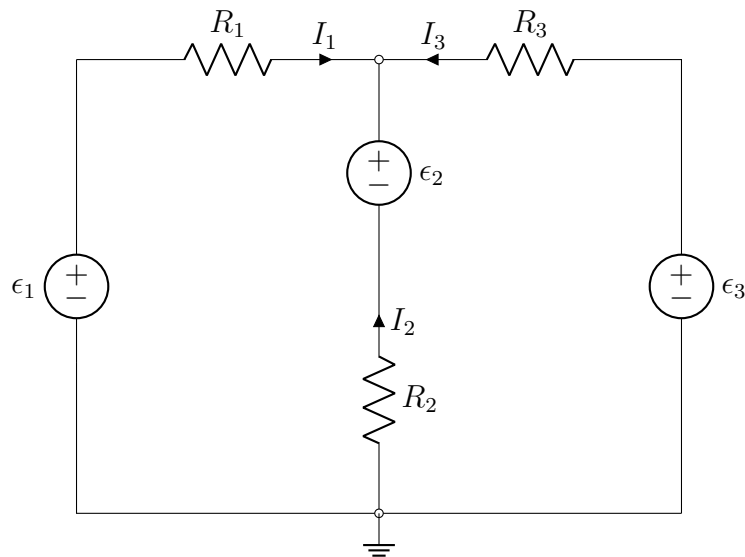

Figura 14: Red Eléctrica
- Disponga las resistencias y pilas en el tablero tal como se muestra en la figura 14.